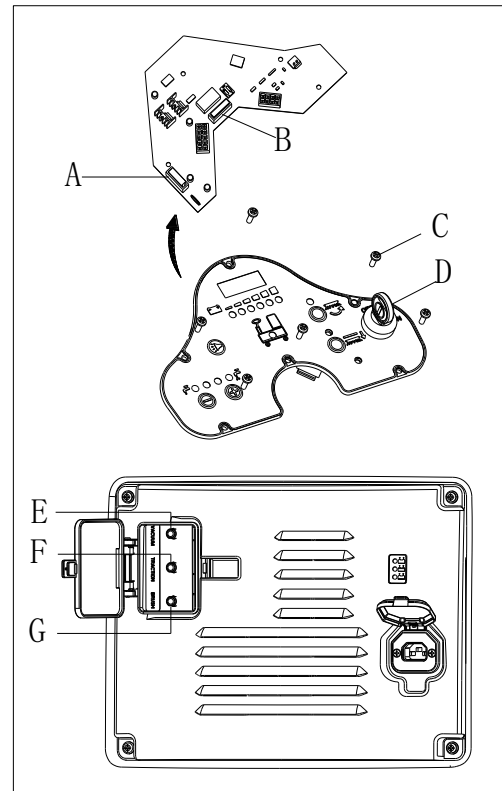

Figura 24
1. Defina o interruptor de chave (D, Figura 24) para "OFF".
3. Desaparafuse os parafusos (C) no painel de controlo e vire o PCBA ao contrário para encontrar o fusível (A e B).